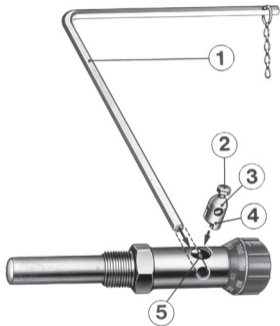

Рис. 3 / Fig. 3 / Fig. 3:
При монтаже рычага на прежнем месте следите за тем, чтобы при установке соединительного элемента выемка прямоугольной формы (4) была обращена к шестиграннику погружной втулки (см. рис. 3).
When reassembling the lever arm, insert the connecting piece so that the rectangular recess (4) faces the hexagon of the thermowell (Fig. 3).
Pour la remise en place du levier, veiller à ce que l'échancrure rectangulaire soit dirigée vers la vis 6 pans du fourreau (Fig. 3).